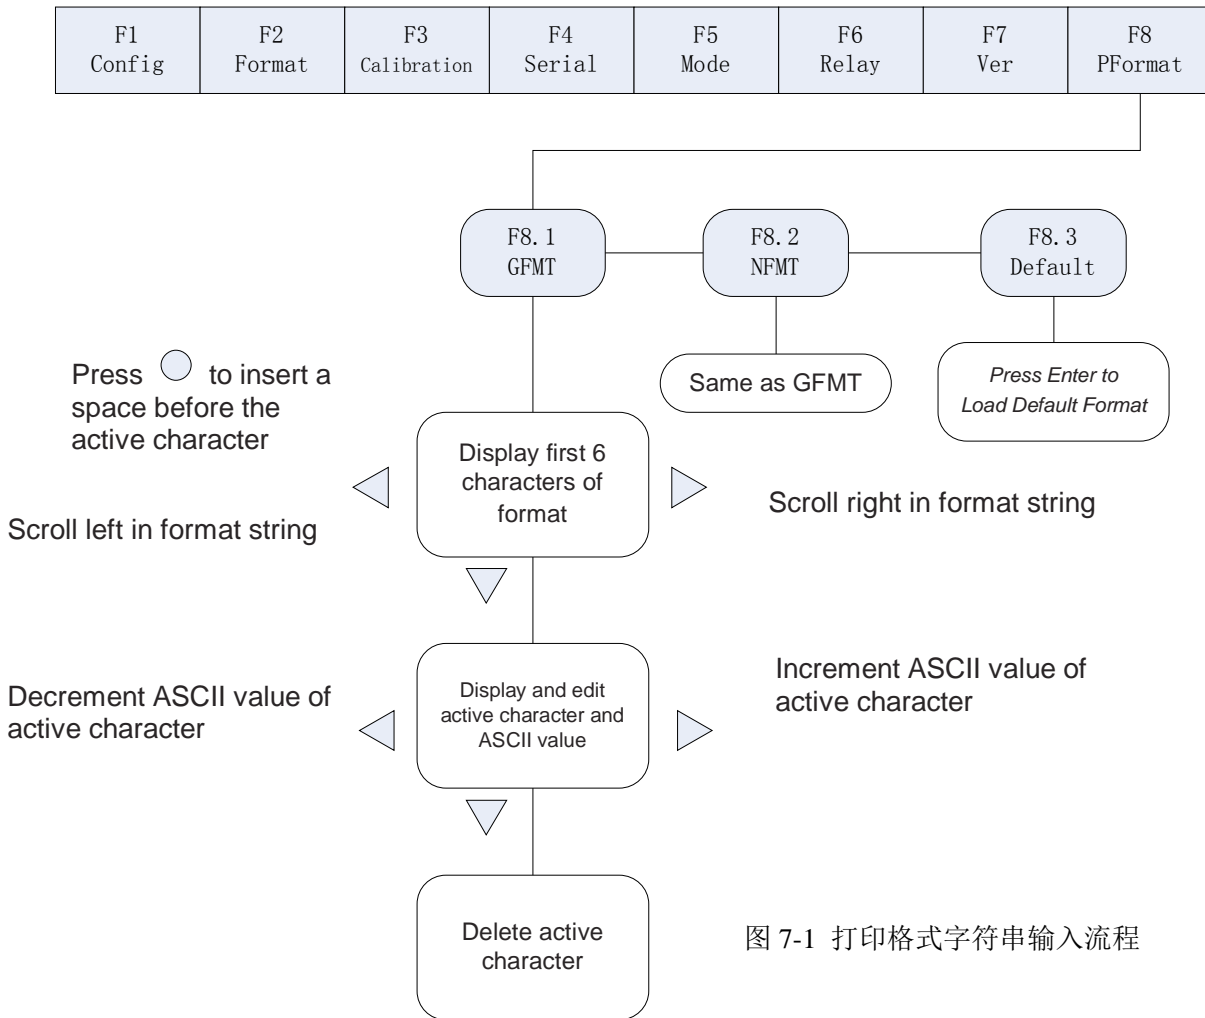

图 7-1 打印格式字符串输入流程
(1) 使显示器进入设置工作状态（显示器显示“F 1”）。
(2) 按 键，直至显示器显示“F 8”（见图 7-1）。按 键进入打印输出格式设定菜单，显示器显示“F 8.1”。
(3) 当显示器显示“F 8.1”时，再按 键，显示器显示 GFMT 格式字符串的最前 6 个字符。
(4) 用 ， 键可移动光标（闪烁字符）。当光标移至最右边字符时，再按 键，显示窗移走左边第一个字符，并在最右边补充一个字符。当光标移至最左边字符时，再按 键，显示窗移走右边最后一个字符，并在最左边补充一个字符。按 键，可在光标所在字符前插入一个
(2) 按▶键，直至显示器显示“F 8”（见图 7-1）。按▽键进入打印输出格式设定菜单，显示器显示“F 8.1”。
(3) 当显示器显示“F 8.1”时，再按两次▶键，显示器显示“F 8.3”。
(4) 当显示器显示“F 8.3”时，按○键，显示器显示“Set?” 可有两种选择：
(5) 按△键，退出设置工作状态。